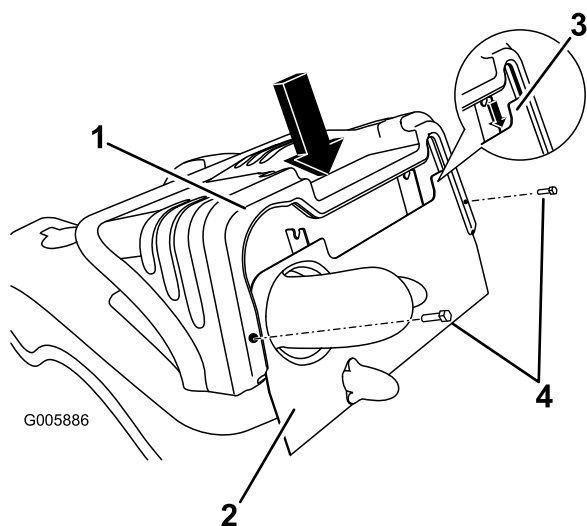

Figure 28
1. Pour installer le capot, alignez sa fente sur le châssis et abaissez-le sur le châssis avec précaution (Figure 28). Vérifiez que le châssis est engagé correctement dans la rainure du capot avant d'appuyer sur ce dernier. Appuyez doucement pour engager la goupille de retenue. Remettez les fixations retirées précédemment.